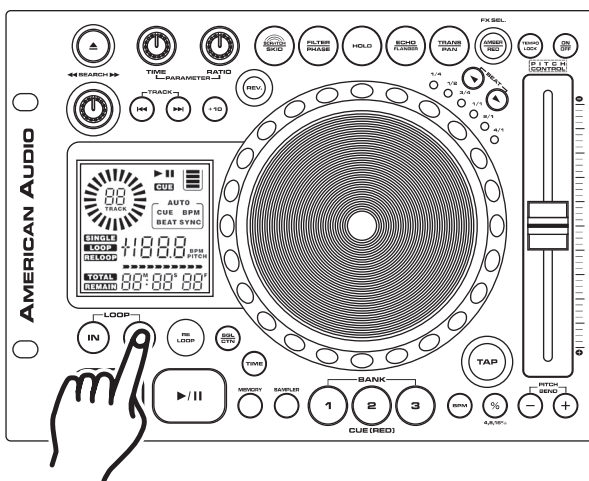

Figura 20
- 3) Presione el BOTÓN OUT (24) para fijar el punto de finalización del RULO CONTINUO (Figura 20). Las señales LED correspondiente al BOTÓN IN (25) y OUT (24) comenzarán a titilar rápidamente para indicar que el modo rulo continuo (SEAMLESS LOOP) acaba de activarse.